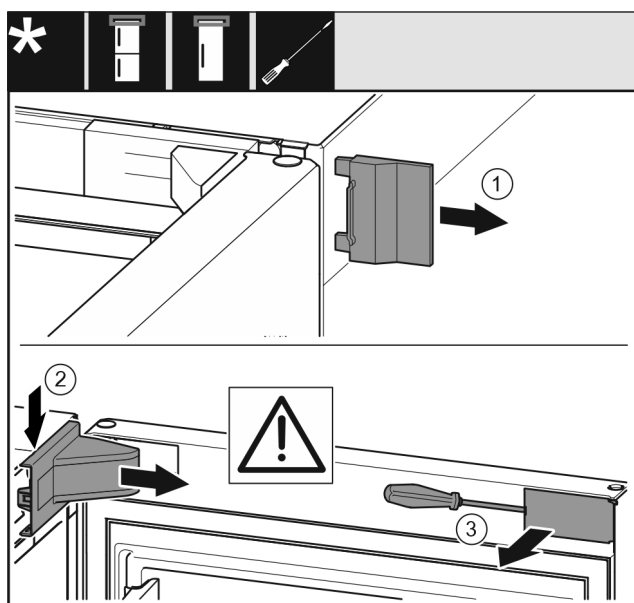

Fig. 10
- ▶ Äußere Abdeckung Fig. 10 (1) abnehmen.
- ▶ Lagerbockabdeckung Fig. 10 (2) austragen und abnehmen.
- ▶ Blende Fig. 10 (3) mit Schlitzschraubendreher austragen und zur Seite schwenken.